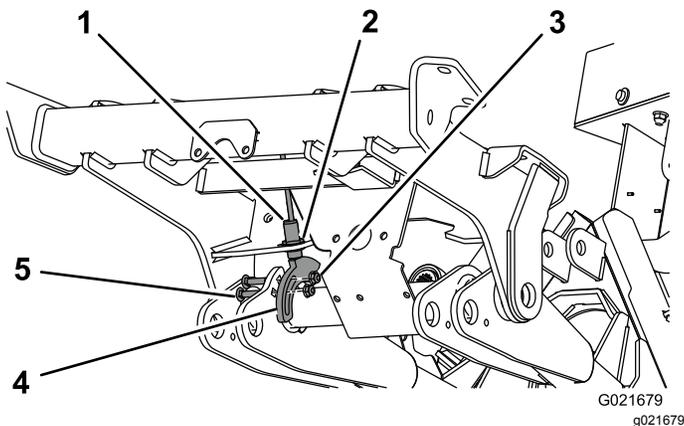

Bild 14
- Befestigen Sie den Initiator lose mit den Scheiben und Klemmmuttern im Loch unten im vorderen Rahmen (Bild 14).
- Positionieren Sie die Sensorplatte so, wie in Bild 14 abgebildet.